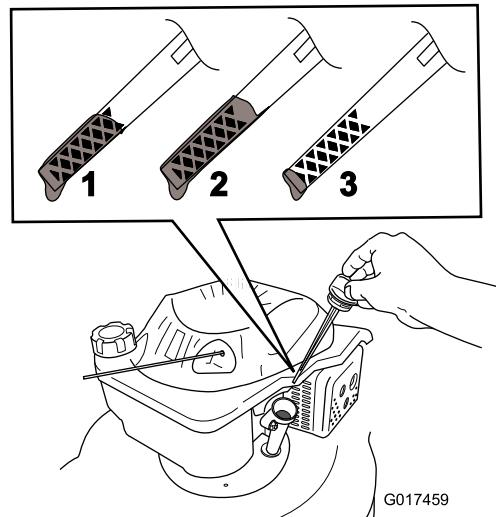

Figura 38
8. Retire la varilla y compruebe el nivel de aceite en la misma (Figura 38).